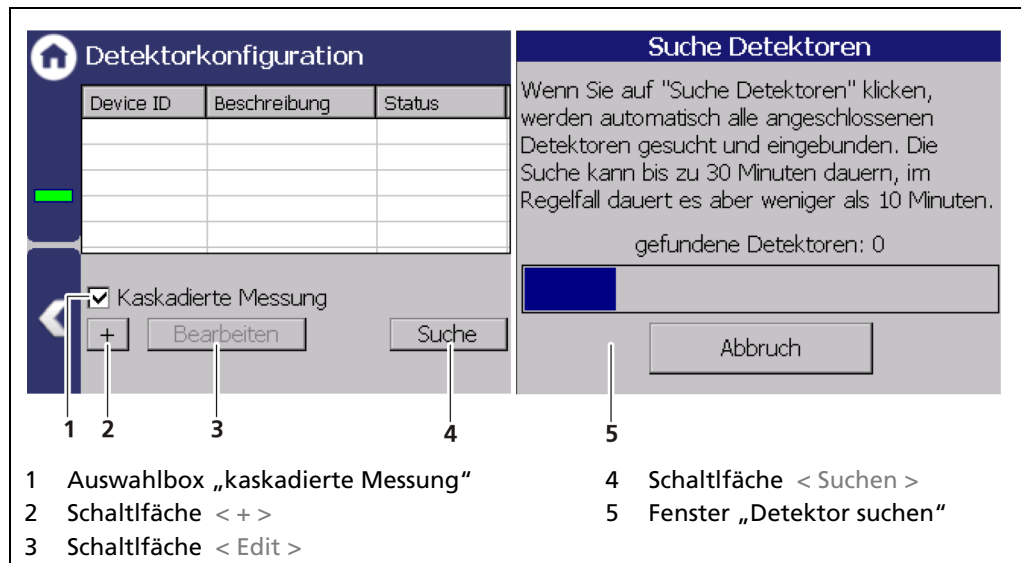

Abb. 55 Kaskadiertes System konfigurieren
2. Aktivieren Sie die Auswahlbox „Kaskadierte Messung“ (Abb. 55, Pos.1).